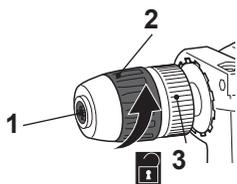
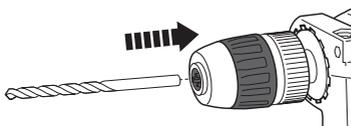

Fig.1
Fig.2
> Sujete el portabrocas (3) en posición y gire la camisa del portabrocas (2) en sentido antihorario hasta que las pinzas del portabrocas (1) se abran lo suficiente para insertar la broca (Fig. 1). Inserte la broca hasta el fondo (Fig. 2).